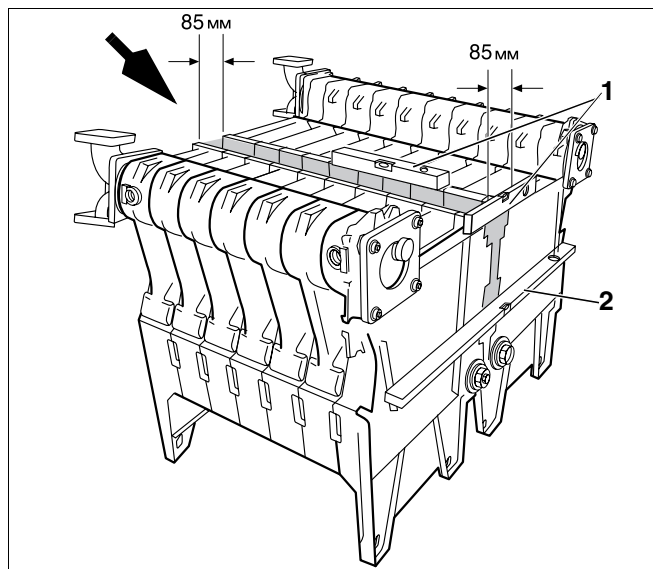

Рис. 28 Выравнивание котлового блока
Стрелка на рис. 28 указывает на переднюю сторону обоих блоков.
- Выставить котловые блоки параллельно друг другу, как показано на рис. 28. Расстояние между ними должно быть 85 мм.
- Выровнять котловые блоки по вертикали и горизонтали с помощью уровня (рис. 28, поз. 1) и рейки-отвеса (рис. 28, поз. 2).